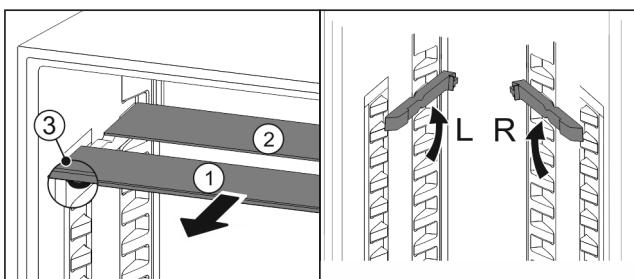

Fig. 61
- Издърпайте Fig. 61 (1) поотделно стъклените площи напред.
- Стъклената плоча Fig. 61 (1) с декоративната лайстна е отпред.
- Ограничителите Fig. 61 (3) сочат надолу.